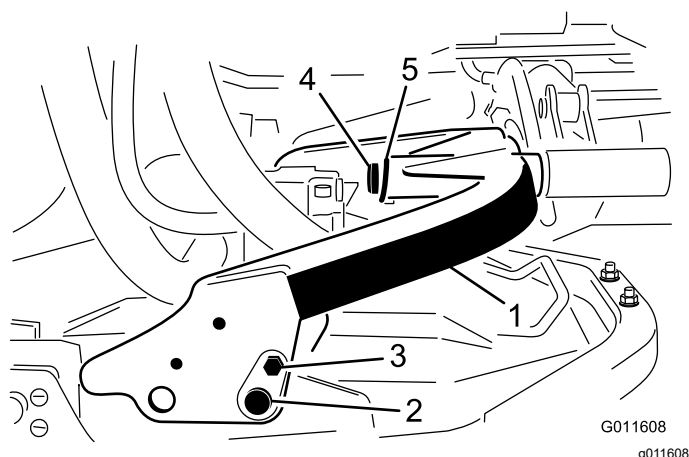

Figura 2
1. Pivote el bastidor de tiro y sujételo al soporte de la carcasa con el pasador de pivote, el perno y la tuerca. La posición debe ser la que se muestra en la Figura 2.
Nota: En el caso de las unidades de corte traseras, pivote el bastidor de tiro hacia adelante (Figura 2). En el caso de las unidades de corte delanteras, pivote el bastidor de tiro hacia atrás.